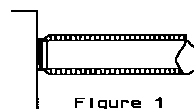

Figure 1
- Le raccordement des gaines sur l'appareil et sur les différents accessoires (tes, Y, croix) s'effectuera à l'aide de colliers serrant les deux enveloppes (figure 1).